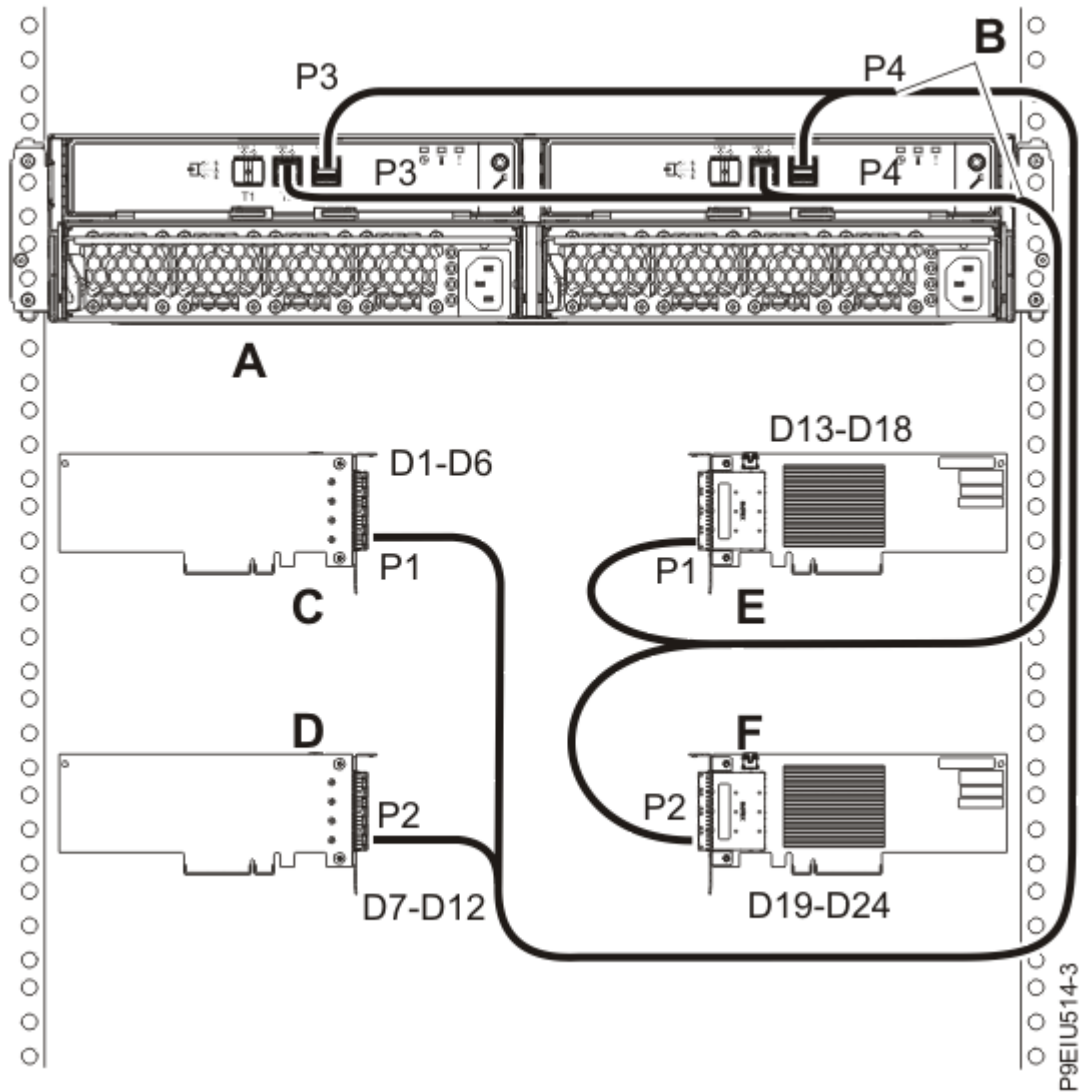

Figura 23. Conexiune mod 4 a unui incinta de stocare ESLS prin utilizarea cablurilor X12 la patru adaptoare SAS independente FC EJ0J sau FC EJ0M
23. Finalizați o conexiune mod 4 a unei incinte (A) utilizând cabluri X12 (B) la patru adaptoare SAS FC EJ0J sau FC EJ0M independente, după cum se arată în Figura 23 la pagina 28. Apoi, continuați cu “Conectarea cablurilor și cordoanelor de alimentare și instalarea capacelor” la pagina 29.